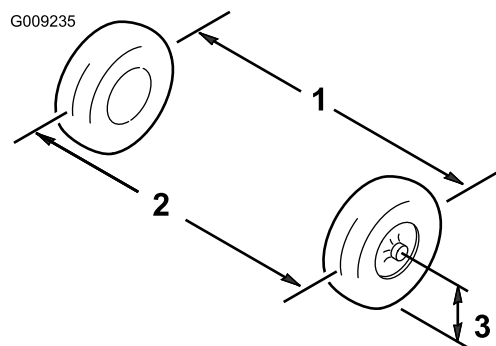

Figura 50
1. Măsurai distanța ambelor anvelope frontale la înălțimea osiei, atât în partea din față, cât și cea din spate a anvelopelor frontale (Figura 50).